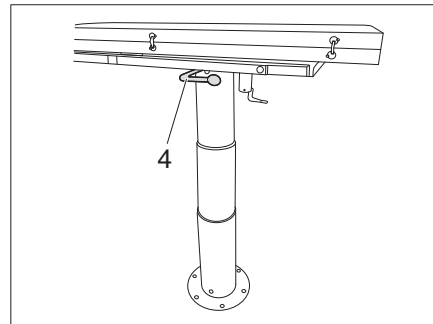

Bild 107 Fällbord, nedsänkbart
- Lossa spaken (Bild 107,4) för bordssänkning och tryck ner bordet.